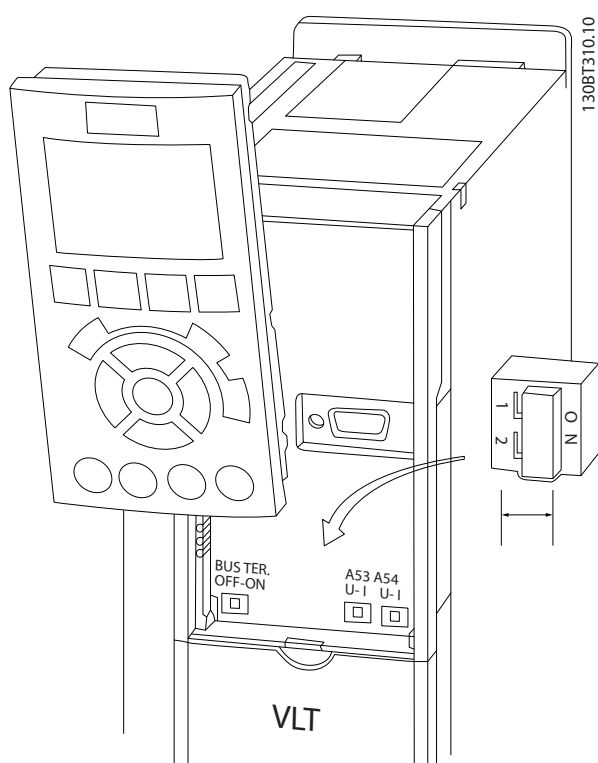

図 2.22 端子 53 と 54 スイッチの位置
- LCP をはずすと、スイッチにアクセスできます (図 2.22 参照)。ユニットに利用できるいくつかのオプションカードでは、これらのスイッチをカバーしており、スイッチ設定変更の場合は外す必要があります。オプションカードを外す前に、電力を必ず切ってください。